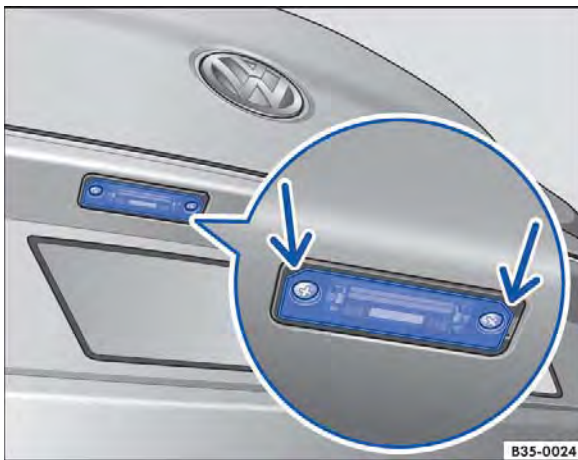

Fig. 254 No para-choque traseiro: lanterna da placa de licença.
2.	Com a chave de fenda das ferramentas de bordo ⇒ Página 393 remover os parafusos da lanterna da placa de licença ⇒ Fig. 254 (setas).
10.	Apertar os parafusos de fixação ⇒ Fig. 254 (setas pequenas) da lanterna da placa de licença com a chave de fenda.